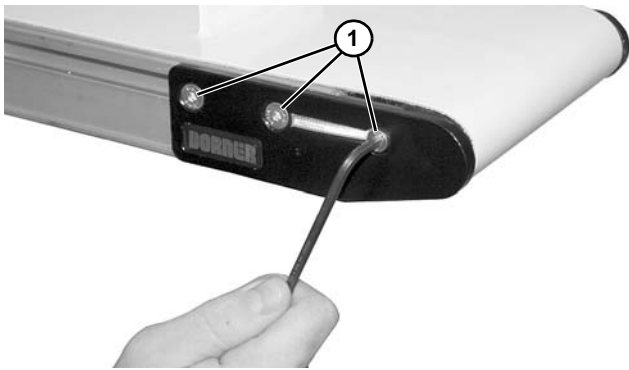

Figura 72
2. Instale la placa del cabezal sobre la polea de transmisión y una la placa del cabezal al armazón del transportador con tres tornillos (**Figura 72, artículo 1**). Apriete los tornillos a 7 Nm.